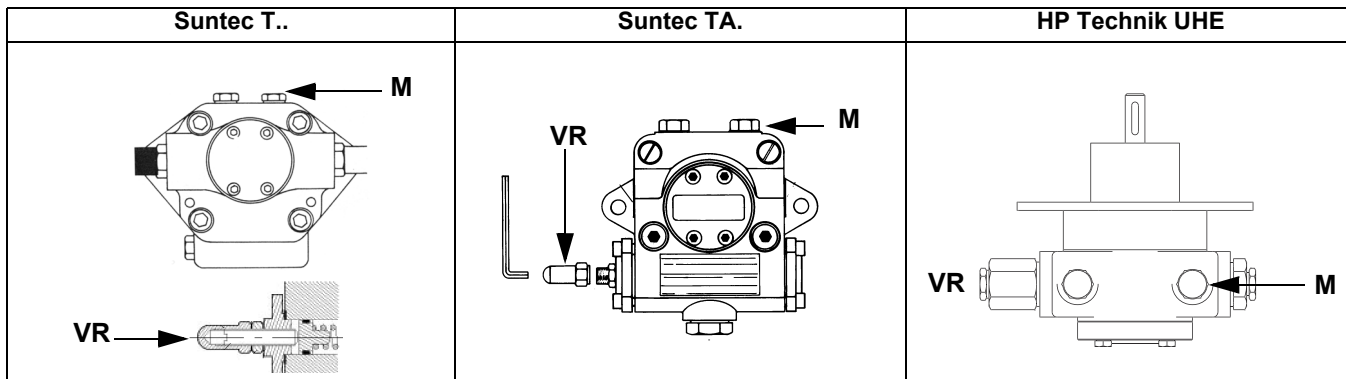

Рис. 11
- 3 выпустить воздух со штуцера (**M**) манометра насоса (Рис. 11), расслабив слегка заглушку, но не снимая ее; затем отпустить контактор;